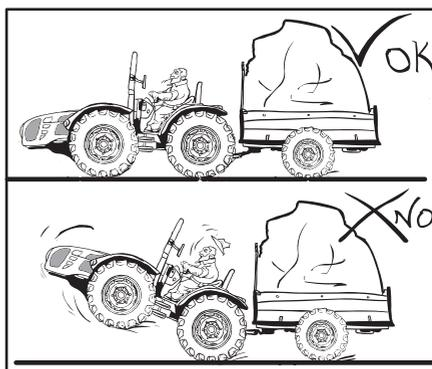

Fig. 2.20
- Trainare soltanto dalla barra di traino. Il traino o l'aggancio da altri punti può provocare il ribaltamento del trattore (Fig.2.20).